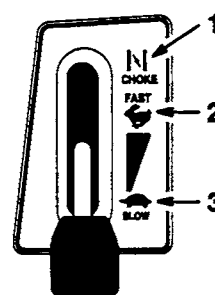

Bild 10
6. Nachdem der Motor angesprungen ist, den Gashebel langsam auf "FAST" [SCHNELL] stellen (Bild 10). Sollte der Motor stottern oder abwürgen, den Gashebel kurz zurück auf "CHOKE" bringen. Dann den Hebel wieder auf "SCHNELL" stellen. Bei Bedarf wiederholen.
1. Den Gashebel auf "SLOW" [LANGSAM] stellen (Bild 10).